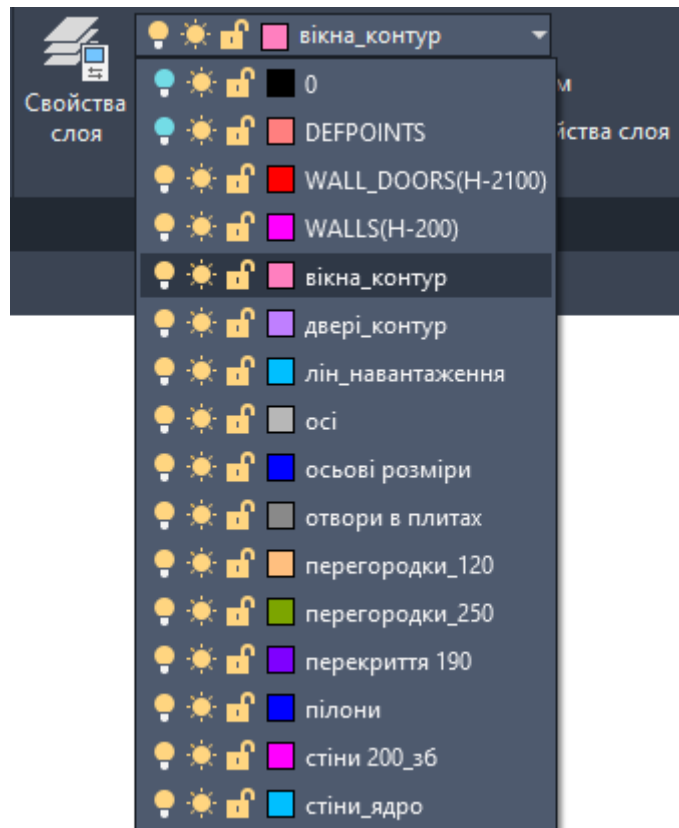

Рис. 14.13. Розкритий список шарів
- з розкривного списку шарів виберіть шар **вікна\_контур** (панель **Шари** на вкладці **Головна**) (рис. 14.13);